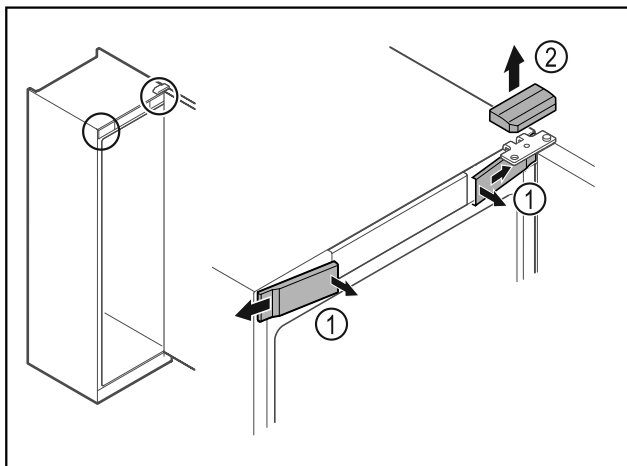

Fig. 8 *
- Uvolněte uvnitř přední kryty Fig. 8 (1) a sejměte je stranou.*
- Horní kryt Fig. 8 (2) odeberte směrem nahoru.*